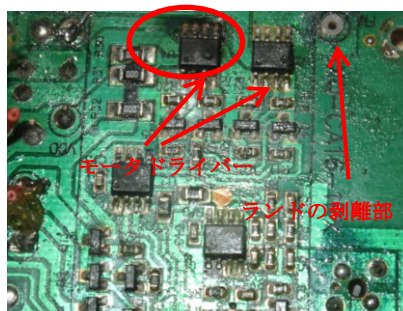

図 13 基板上面
- ◆ 図 13 基板上面のランドの剥離による断線部も腐食が原因と考えられる。
- ◆ 図 13 基板上面の赤丸部の基板が盛り上がっている。 同個所を側面から見た 図 15 基板の側面に基板の剥離が赤丸部に認められる。
- ◆ 図 13 基板上面の左のモータードライバーIC チップの上面が膨れ上がっている。